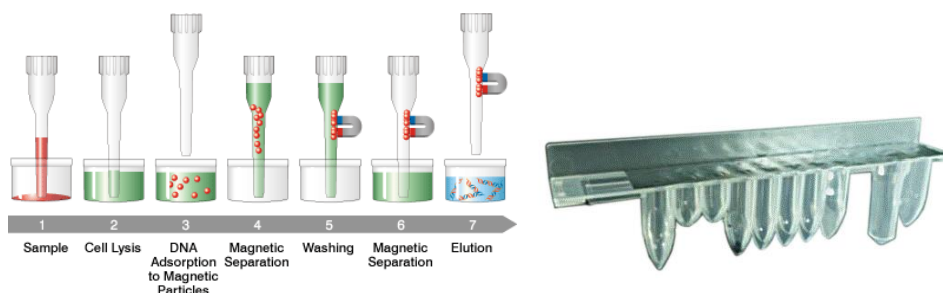

Figura 1-3: Princípio de extração do ácido nucleico e cassete de extração ELITE InGenius SP 200
- O conjunto de reagentes foi otimizado para o isolamento dos ácidos nucleicos de 200 amostras μL (Figura 1.3: ELITE InGenius - cassete de extração SP200 e princípio de extração)